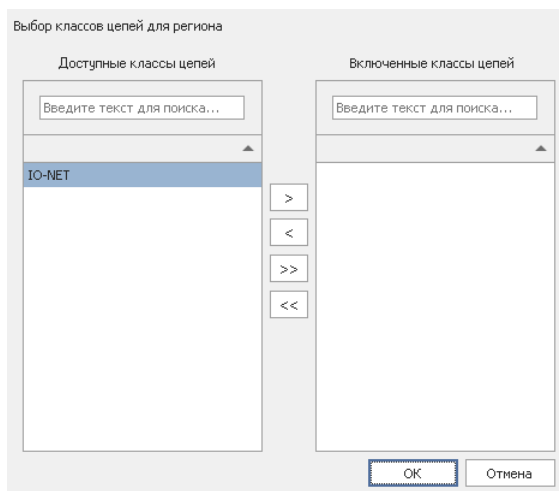

Рис. 138 Выбор классов цепей для региона
- При нажатии на значок  в правой части поля «Свойства» → «Правила» → «Классы цепей» отображается окно «Выбор классов цепей для региона» с перечнем доступных классов цепей, к которым могут быть применены изменения правил в регионе, для остальных цепей и классов правила не изменятся, см. Рис. 138.